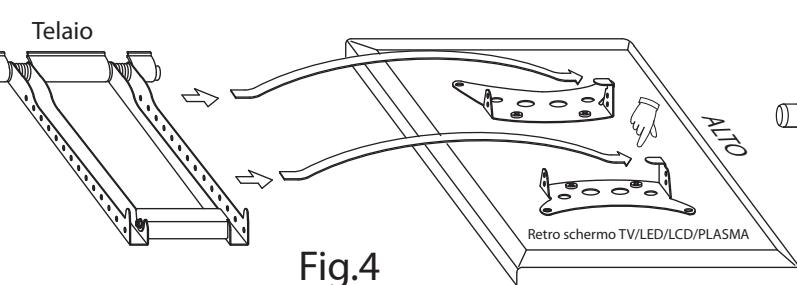
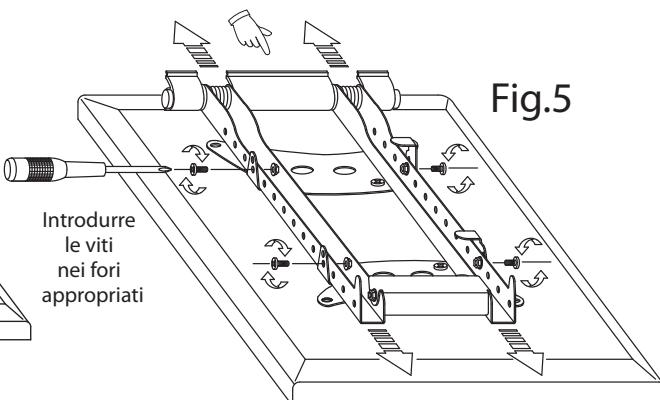

Fig.4
Fig.5
NB: le figure seguenti indicano la procedura per il montaggio verso DESTRA; per quello verso SINISTRA eseguire gli stessi passaggi in maniera speculare. Posizionare il telaio inserendolo sotto gli agganci (Fig.4), far scorrere il telaio in modo che gli snodi siano allineati con il bordo esterno della TV (Fig.5). Avvitare senza stringere con le viti fornite. Se necessario spostare leggermente il telaio oltre il bordo esterno della TV per un max di 2 cm (Fig.6) Una volta trovato il giusto allineamento fra fori delle semilune e fori del telaio stringere le viti delle semilune e segnare con una matita i fori utilizzati.
Position the frame, inserting it below the hooks (Fig.4); slide the frame until the hinges are aligned with the outside edge of the TV (Fig.5). Insert the 4 screws in the holes of the half-moons, matching them with the holes of the frame and applying the nuts to the screws, but without tightening. If necessary, shift the half-moons and use a pencil to mark the holes that were used.
Zu beachten: nachfolgende Abbildungen beziehen sich auf die Montage nach RECHTS; für die Montage nach LINKS gehen Sie bitte spiegelbildlich mit den gleichen Schritte vor. Positionieren Sie den Rahmen und führen Sie ihn unterhalb der Ansatzpunkte ein (Abb.4); lassen Sie den Rahmen so hinein gleiten, dass die Gelenke mit dem Außenrand des TV-Geräts ausgerichtet sind (Abb.5).
N.B. Les figures suivantes indiquent la procédure de montage vers la DROITE; pour le montage vers la GAUCHE, effectuez les mêmes opérations de manière spéculaire. Positionnez le châssis en le plaçant sous les crochets (Fig. 4), faites coulisser le châssis de manière à ce que les supports de montage soient alignés avec le bord extérieur de la TV (Fig. 5). Placez les 4 vis dans les orifices des demi-lunes en les faisant correspondre avec les orifices du châssis et vissez à l'aide des boulons sans serrer. Si nécessaire, déplacez légèrement la châssis au-delà du bord extérieur de la TV de 2cm maximum (Fig. 6). Une fois le bon alignement trouvé entre les orifices des demi-lunes et ceux du châssis, vissez à fond les vis des demi-lunes et marquez au crayon les orifices utilisés. Après avoir déterminé l'encombrement exact de la TV, décidez où monter la base murale, en vérifiant que le mur concerné par l'application soit en béton ou en briques pleines. Pour les murs de nature différente, adressez-vous à un installateur de votre choix.
N.B.: las figuras siguientes indican el procedimiento para el montaje hacia la DERECHA; para el montaje hacia la IZQUIERDA siga los mismos pasos de manera especular. Coloque el bastidor insertándolo debajo de los enganches (Fig.4), haga deslizar el bastidor de modo tal que las articulaciones queden alineadas con el borde externo de la TV (Fig.5). Inserte los 4 tornillos en los huecos de las medialunas haciéndolos corresponder con los huecos del bastidor y enrosque con las tuercas correspondientes sin apretar. Si es necesario, desplace ligeramente el bastidor más allá del borde externo de la TV por un máximo de 2 cm (Fig.6). Una vez lograda la alineación correcta de los huecos de las medialunas con los del bastidor, apriete los tornillos y marque con un lápiz los huecos utilizados.
Posicionar o chassi inserindo-o sob os engates (Fig.4), fazer deslizar o chassi de modo tal que a articulações estejam alinhadas com a borda externa da TV Fig.5)